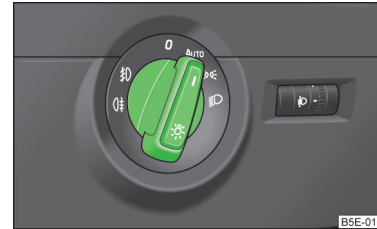

Abb. 30
- ✓ Der Lichtschalter befindet sich in der Stellung 0 oder AUTO » Abb. 30 auf Seite 51.
Ist der Lichtschalter in der Stellung **AUTO** » Abb. 30, schalten sich das Stand- und Abblendlicht sowie die Kennzeichenleuchte automatisch ein bzw. aus.
- Den Lichtschalter in Stellung **AUTO** » **Abb. 30** auf Seite 51 drehen.